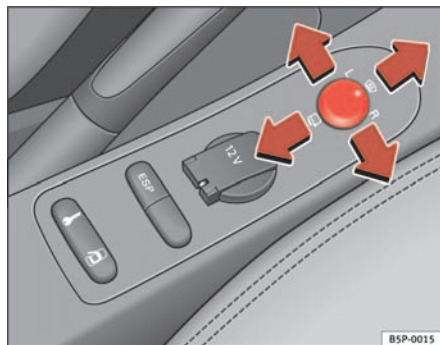

Fig. 89 Mando de los retrovisores exteriores
1. En primer lugar, gire el mando ⇒ **fig. 89** hasta la posición **L (retrovisor izquierdo)**.
- Gire el mando hacia delante, en la posición central ⇒ **fig. 89 ①**, para que los retrovisores térmicos se calienten y la función de cristal parabrisas calefactable* en la zona de reposo de las escobillas, quede activada. ⇒ página 128
- Gire el mando ⇒ **fig. 89** hasta la posición para plegar los retrovisores exteriores. Para evitar daños en el vehículo, debería plegar los retrovisores exteriores siempre que utilice un túnel de lavado automático.